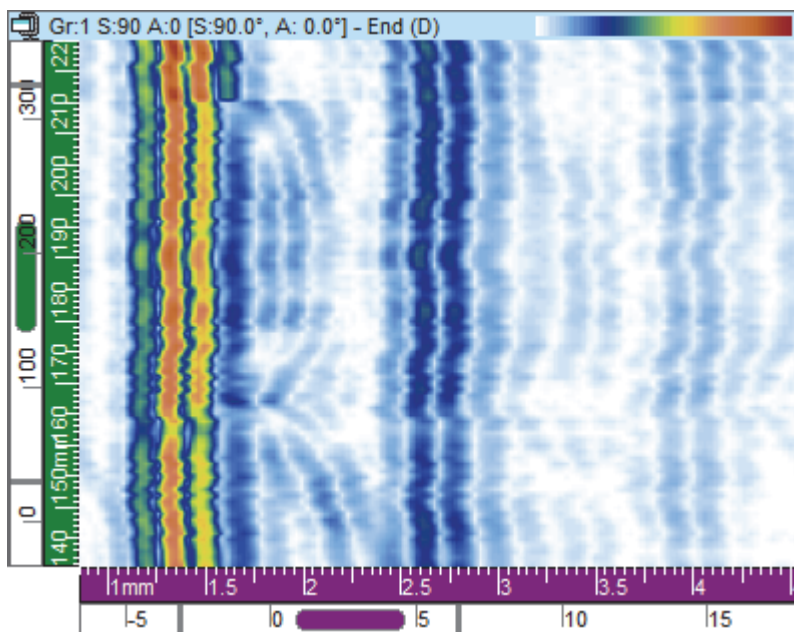

Figure 3-24 Vue volumétrique (D)
La vue d'extrémité (D) [Figure 3-24 à la page 88] est une représentation graphique bidimensionnelle des données enregistrées. L'un des axes est l'axe d'index défini, l'autre est le trajet ultrasonore non corrigé (Usound). L'emplacement des données affichées est lié aux positions du codeur au moment de l'acquisition. À un emplacement donné de l'image projetée, la couleur correspond à l'amplitude maximale à cet emplacement tel que détecté dans l'étendue déterminée de l'axe de balayage.